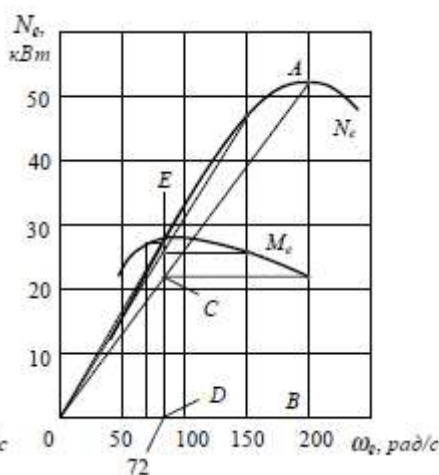

Рис. 1.4. Построение вращающего момента вала двигателя
**Методическое указание.** Построение кривой выполнить в следующем порядке: провести вертикаль DE (рис. 1.4) через точку D соответствующую 72 рад/с. Эта вертикаль используется в процессе всего построения. Затем провести вертикаль BA через точку B, соответствующую взятым оборотам вала двигателя, например 200 рад/с, до пересечения с характеристикой двигателя в точке A. Из начала координат провести луч в точку A. Через точку C пересечения луча OA с линией DE провести горизонтальную прямую до пересечения с вертикалью BA; точка пересечения и будет первой точкой искомой кривой. Аналогичным методом находят точки кривой для других значений угловых скоростей вала двигателя.